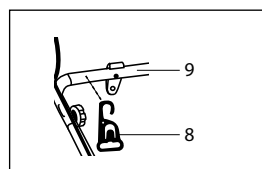

рис. 4
Установите на среднюю стойку (9) скобу крепления провода (8) (рис. 4).